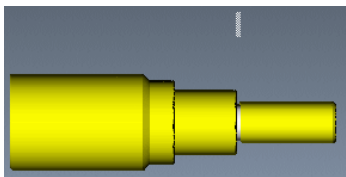

图 10.3.29 NC 检测结果
Step1. 在“槽车削”操控板中, 单击按钮, 系统弹出“VERICUT 7.1.5 by CGTech”窗口, 单击按钮, 观察动态加工仿真, 结果如图 10.3.29 所示。